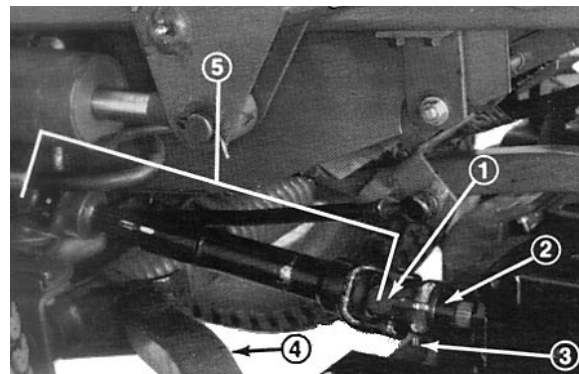

Fig. 9
3. Driv rullestiften ud af åget og indgangsakslen af gearkassen (fig. 9). Løsn også skuerne og låsemøtrikkerne. Lad åget glide af indgangsakslen. Hvis traktoren skal bruges uden klippeenheden, skal rullestiften drives ud af åget på kraftudtagsakslen og hele kardanakslen skal afmonteres fra traktoren.
5. Man skal få hjælperen til at trykke ned på højre trykarm, mens man fjerner skruerne, fladskiverne, låseskiverne og møtrikkerne, der fastholder kugleledsmonteringen på styrehjulsarmen på klippeenheden (fig. 9). Nu kan hjælperen forsigtigt lade trykarmen bevæge sig opad, hvilket gradvist vil udløse fjederbelastningen.